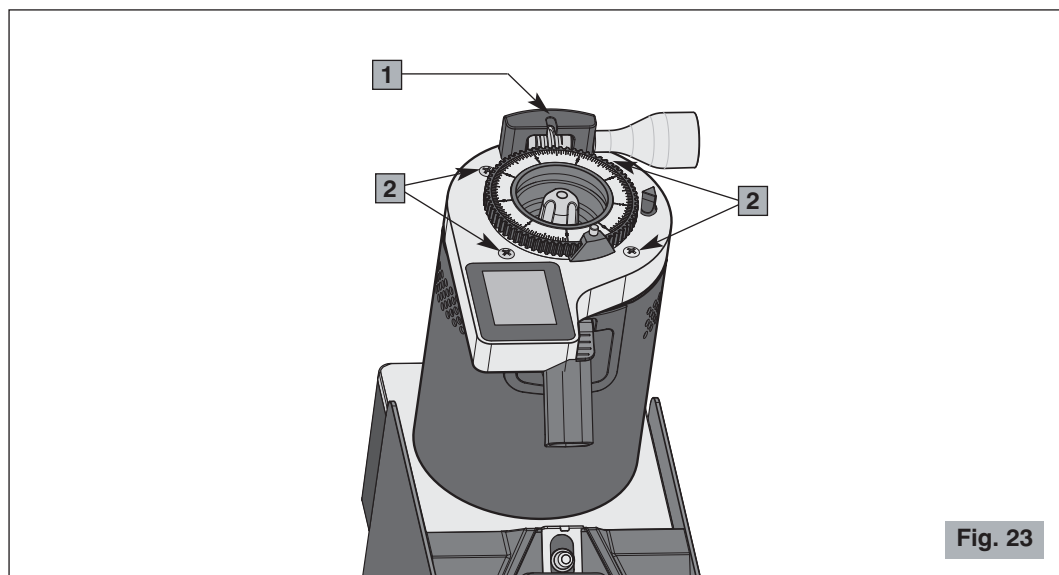

Fig. 23
Après avoir enlevé la cloche, elle peut être lavée avec de l'eau tiède et du savon neutre. La rincer et l'essuyer soigneusement. Pour la remonter, accrocher la dent dans la partie arrière de la cloche dans son logement (1, Fig. 23).
- **Pour nettoyer la tête**, retirer les quatre vis (2, Fig. 23) qui la fixent au corps.